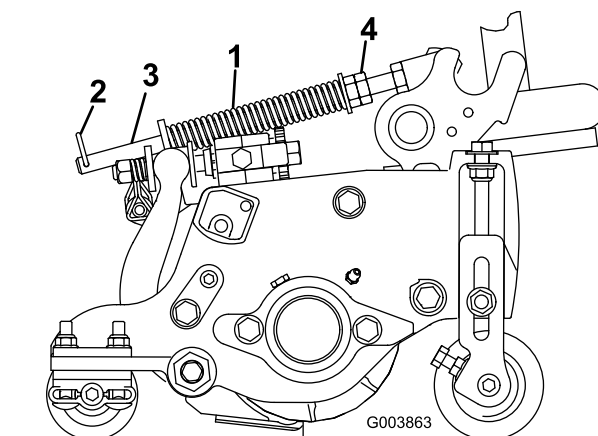

Figura 17
2. Serrate i dadi esagonali sul lato anteriore dell'asta della molla, finché la lunghezza compressa della molla non è di 15,9 cm (Figura 17).
Nota: Se l'apparato di taglio deve essere rimosso dalla macchina, spostare la coppiglia sul foro anteriore dell'asta della molla (Figura 17). Assicuratevi di riportare la coppiglia sul foro posteriore dell'asta della molla dopo che l'apparato di taglio è stato reinstallato sulla macchina.
1. Verificate che la coppiglia sia montata nel foro posteriore dell'asta della molla (Figura 17).